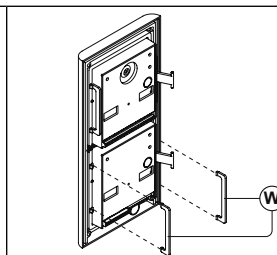

Fig. 10
Inserire i fermi anti-effrazione (W) come mostrato in **Fig. 10**.